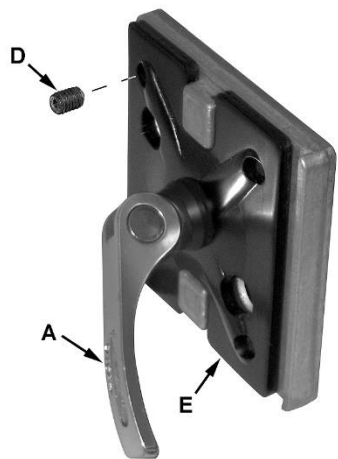

Рис. 15
5. С помощью 3 мм шестигранного ключа отрегулируйте *винты* (D, Рис. 15) через отверстия, расположенные в углах *подвижного зажима* (Е, Рис. 15).